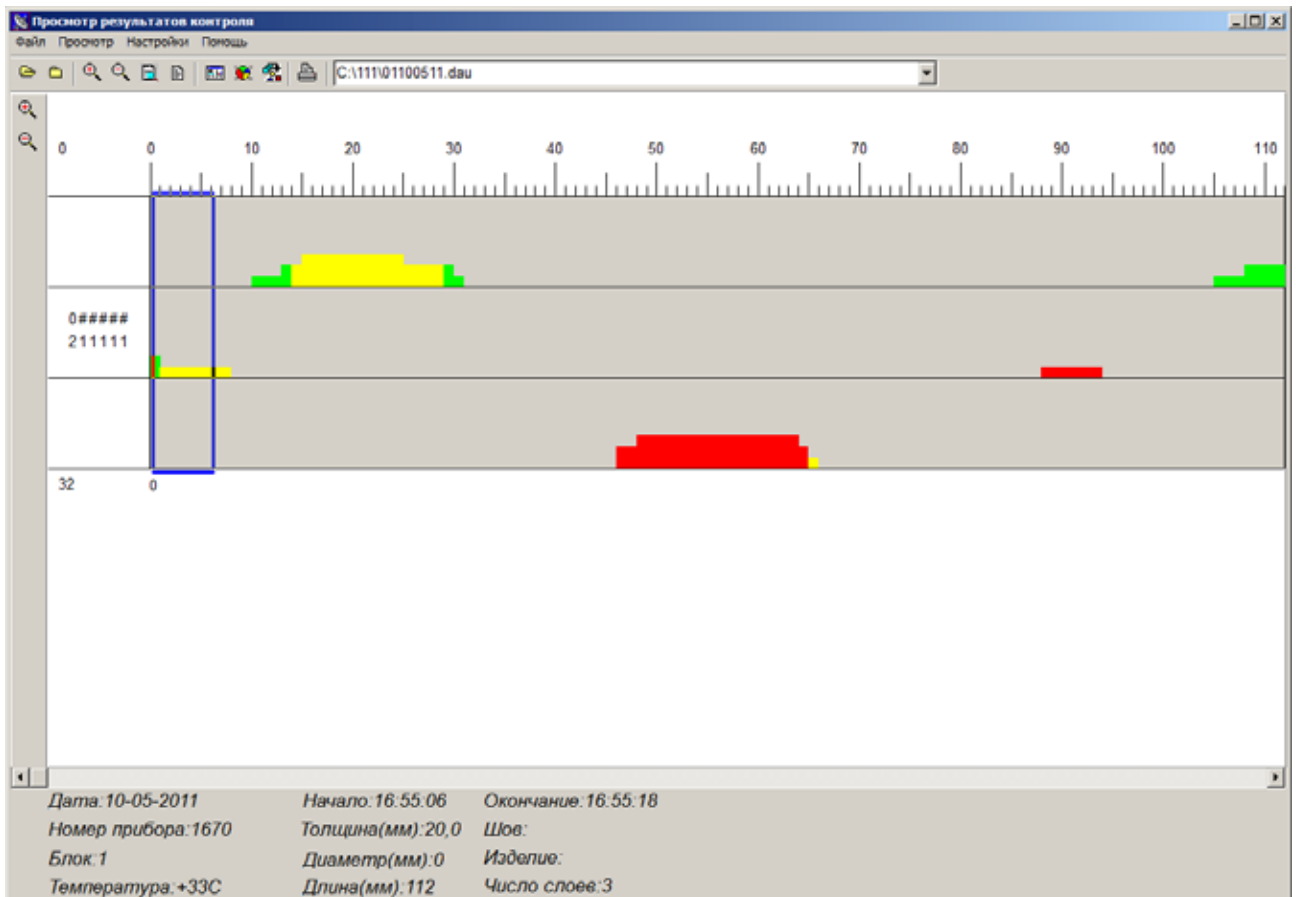

Рисунок 110 – Просмотр результатов автоматизированного контроля.
7.7 При просмотре фалов типа дефектоскоп-автомат в окне программы появляется запомненный D- скан и дополнительная информация о параметрах контроля (см.рисунок 110).